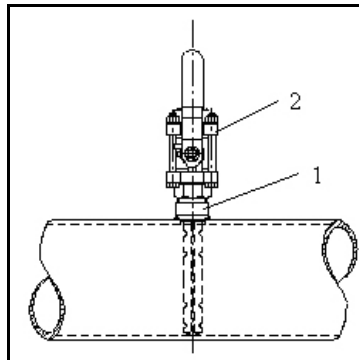

Abb. 14: Montagestutzen mit Absperrventil
- 3) Heften Sie den Montagestutzen [1] mit 1-2 mm Luftspalt auf die Rohrleitung [Abb. 14].
- 5) Montieren Sie das Flo-Tap-Absperrventil [2] auf dem Montagestutzen. Das Ventil muss vollständig geöffnet sein. Kontrollieren Sie, ob sich der Ventilhebel in der in Abb. 14 gezeigten Stellung befindet.
- 12) Montieren Sie die Flo-Tap-Sonde, indem Sie den Gewindestutzen [5] ins Absperrventil [2] schrauben [Abb. 14 und 16].
- 15) Überprüfen Sie alle Anschlüsse auf Leckage, indem Sie das Flo-Tap-Absperrventil [2 / Abb. 14] öffnen.
5. Jetzt können die Schrauben/Muttern [6+7] der Packungen richtig festgezogen werden [Abb. 14].